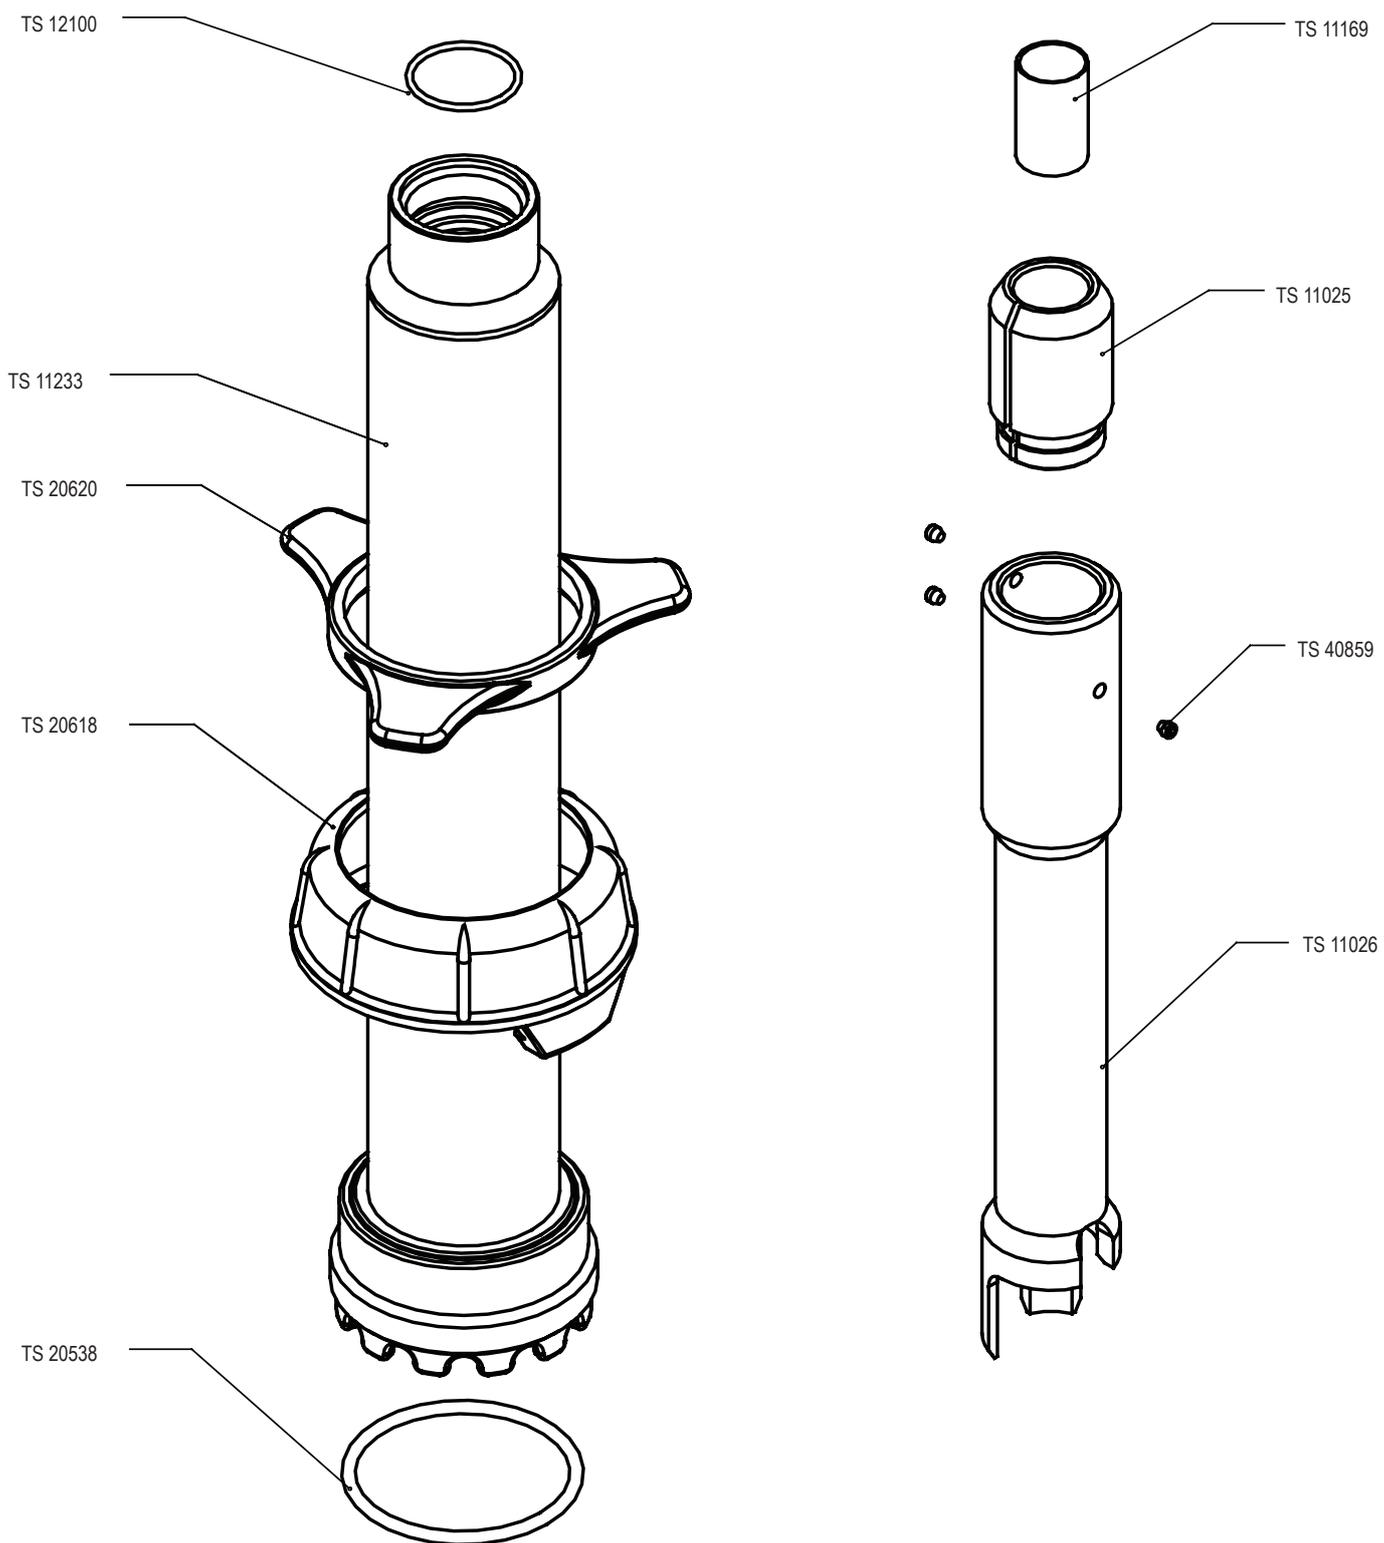

Рис. 13-5: трубка хранения SS2-Q2 с грузом TS 10188, детали
- Рисунок 13-5: передающая трубка SS2-Q2 с грузом TS 10188, детали